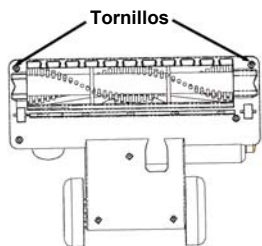

Fig. 18
- Saque los dos (2) tornillos frontales debajo de la tapa de la escobilla motorizada con un desarmador de punta en cruz No. 1 (Fig. 18).